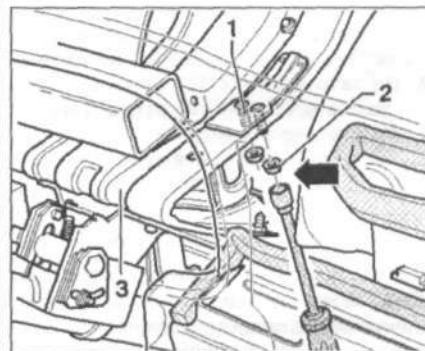

Рис. 13.42. Открутите гайки 2. Гайки 2 должны быть навинчены на шпильках 1 через проем (стрелка) в кронштейне 3.
10. Открутите гайки 2 (рис. 13.42). Гайки 2 расположены внутри кронштейна рулевой колонки. Их можно увидеть между кронштейном 3 руле-